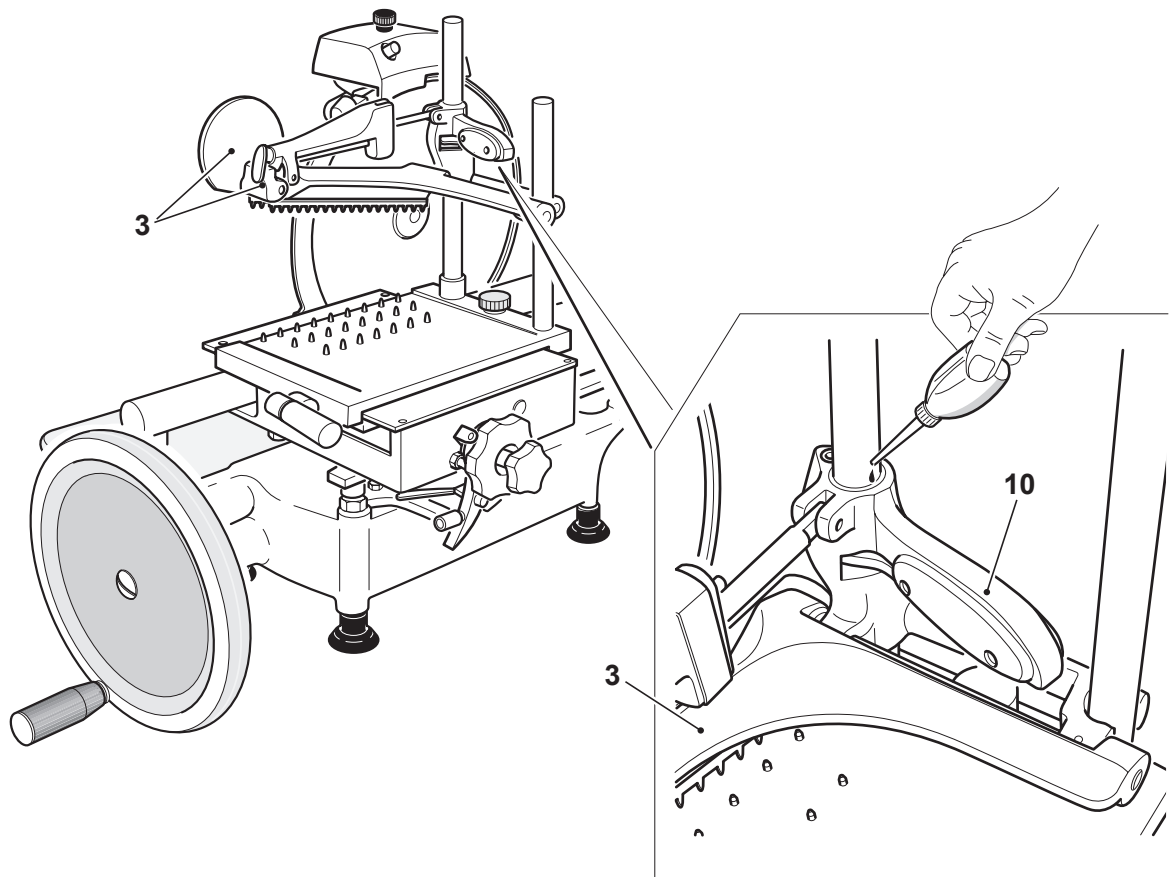

Figure 23-1
8. Appliquez 2 à 3 gouttes de lubrifiant sur le poussoir (10) du levier coulissant verticalement du poussoir (3) (Figure 23-1).
9. Appuyez sur le levier du poussoir (10) pour faire glisser le poussoir (3) de haut en bas 3 à 4 fois.